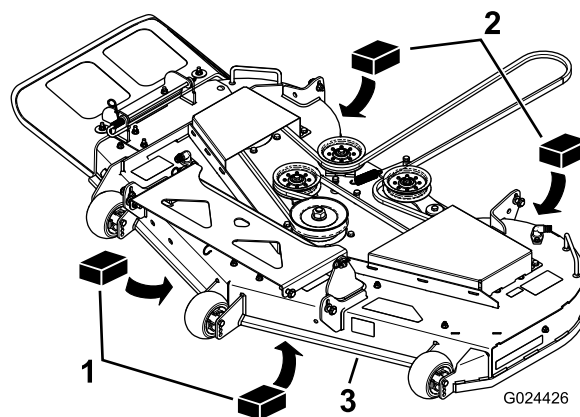

Figura 74
3. Coloque dois calços de 6,6 cm de espessura cada debaixo de cada lado da extremidade frontal da plataforma, mas não debaixo dos suportes do rolo antidanos (Figura 74).
4. Coloque dois calços de 7,3 cm de espessura cada debaixo da extremidade traseira da aba da plataforma de corte, um em cada lado da plataforma de corte (Figura 74).